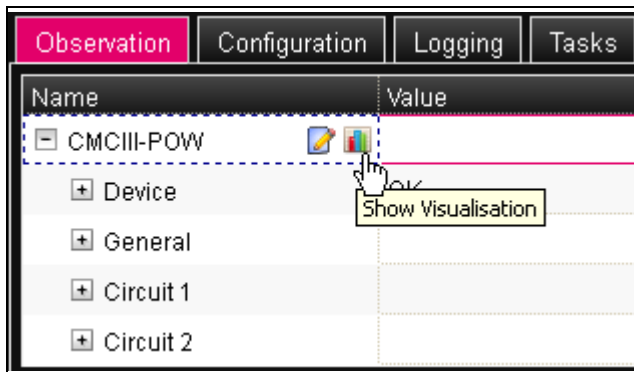

Рис. 27: Графический символ
- Нажмите на цветной графический символ в виде диаграммы рядом с элементом "CMCIII-POW" (рис. 27).